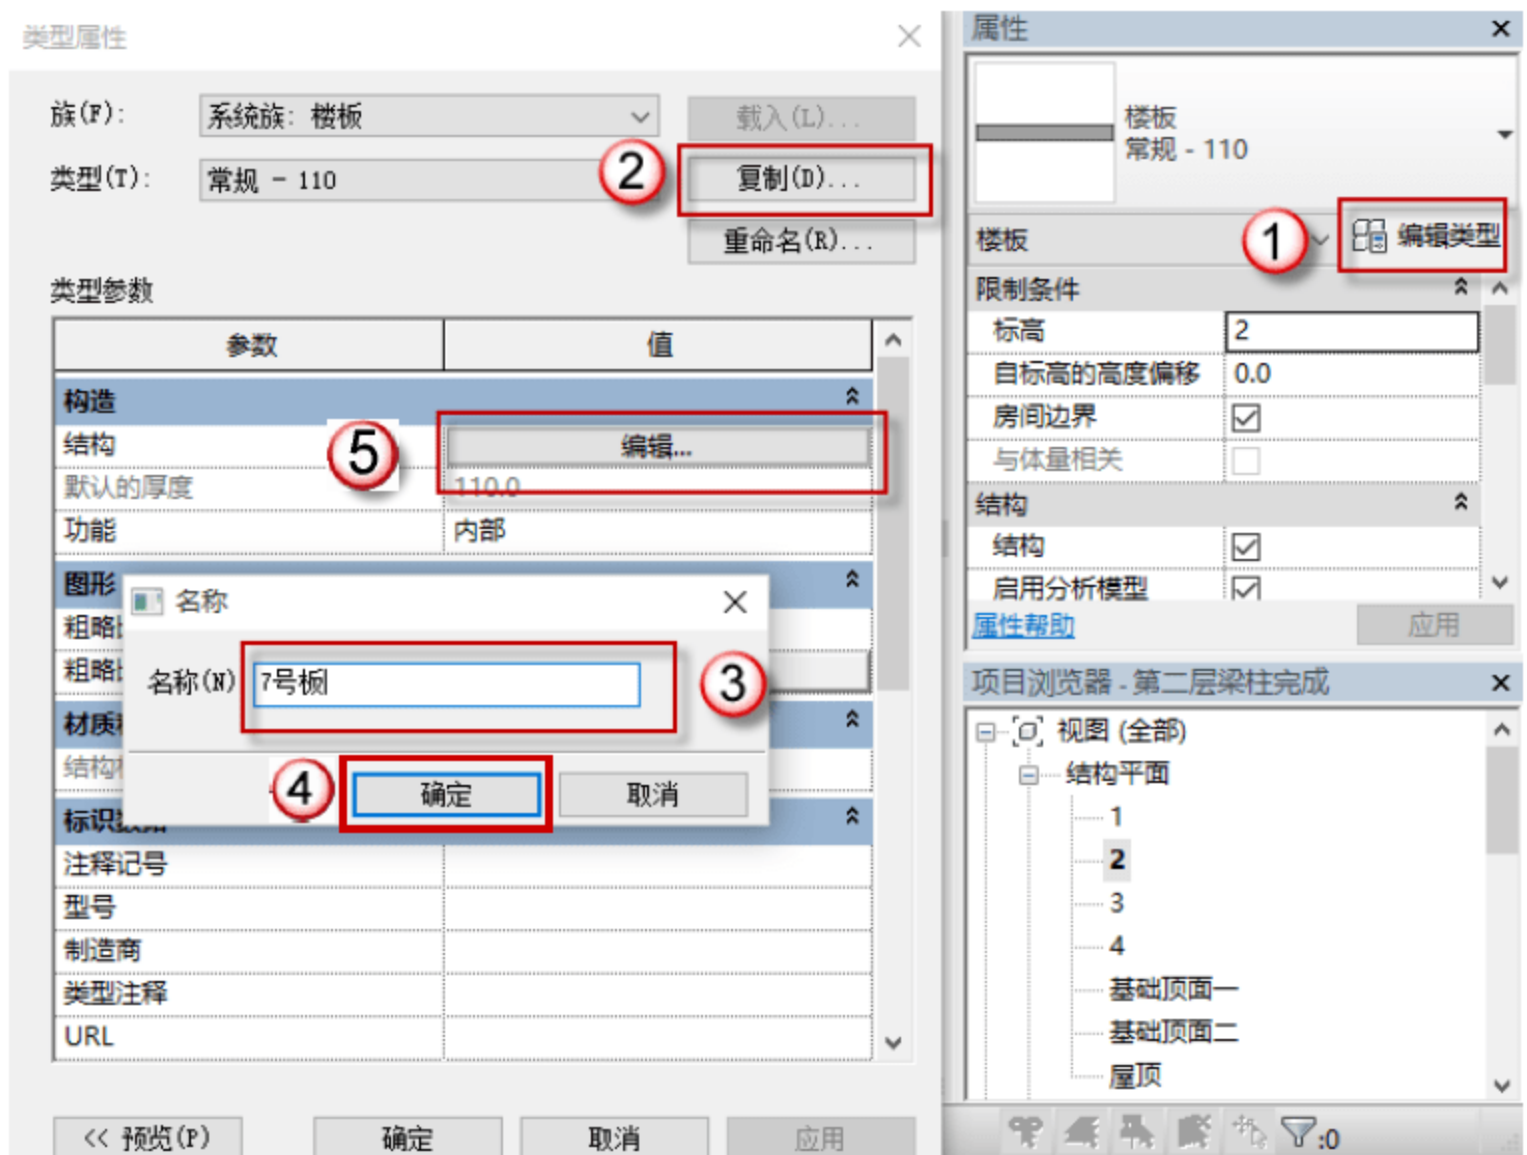

图 4.3.14 设置 7 号板参数
(14) 设置 7 号板参数，按快捷键 S+B，进入编辑模式，单击“编辑类型”按钮，在弹出的对话框中单击“复制”按钮，再在弹出的对话框中命名板号，单击“确定”按钮。单击“编辑”按钮设置参数，将板厚设置为 110，如图 4.3.14 所示。